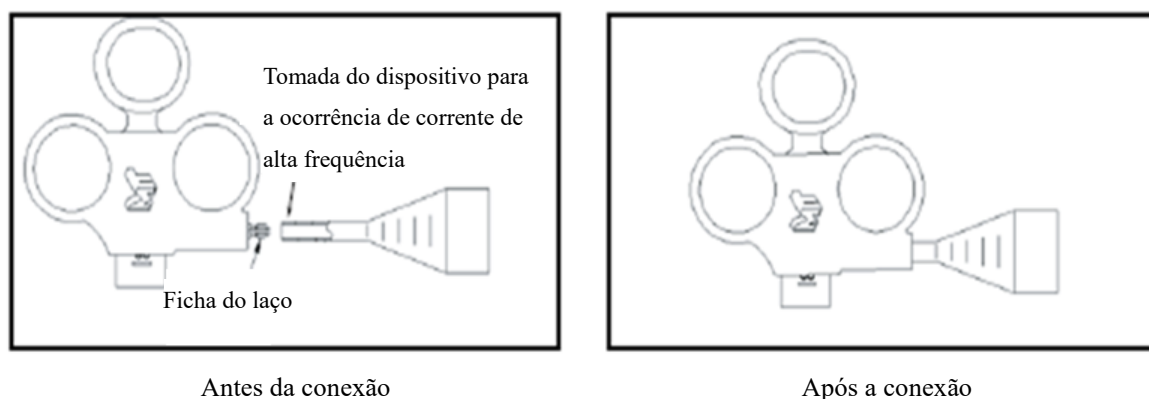

Figura 4
3. Ligue a ficha do laço quente estéril à tomada da unidade electrocirúrgica de alta frequência. Preste atenção à ligação correta (conforme indicado na figura 4).